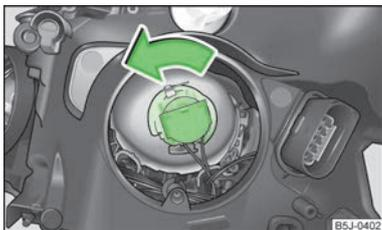

Abb. 148
- › Den Stecker mit der Glühlampe bis zum Anschlag **entgegen dem** Uhrzeigersinn drehen » Abb. 148 und herausnehmen.